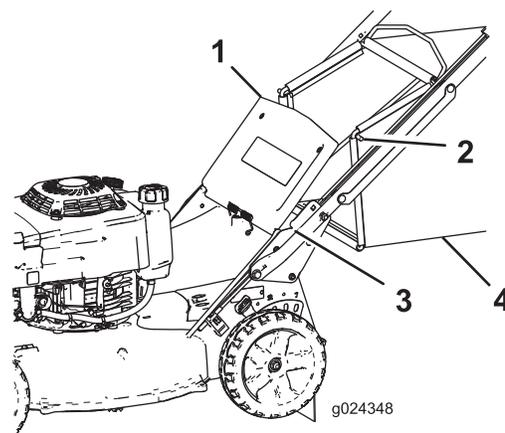

Bild 18
2. Heben Sie die hintere Klappe an und halten Sie sie hoch (Bild 18).
4. Setzen Sie die Enden der Fangkorbstange in die Kerben an der Unterseite des Bügels ein und bewegen den Fangkorb nach vorne und hinten, um sicherzustellen, dass die Enden der Stange richtig in den Kerben sitzen (Bild 18).
3. Nehmen Sie die Fangkorbstange am Fangkorb aus den Kerben an der Unterseite des Bügels (Bild 18).